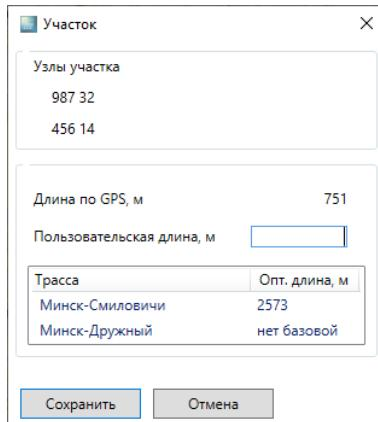

Рисунок 6-16. Участок
1. Чтобы ввести/изменить или посмотреть информацию об участке нужно навести курсор на участок и нажать правую кнопку мыши. Появится контекстное меню участка, в этом меню нужно выбрать пункт «Информация». В результате появится окно «Информация об участке» Рисунок 6-16.
- Чтобы **посмотреть, как проходят трассы** на карте, которым принадлежит данный участок, необходимо навести курсор в таблице на строчку требуемой трассы Рисунок 6-16, нажать правую кнопку и выбрать появившееся контекстное меню «**Показать трассу**». Выбранная трасса на карте подсветиться ярко-зеленым цветом. После нажатия кнопки на вкладке «ГИС» выделение будет снято.